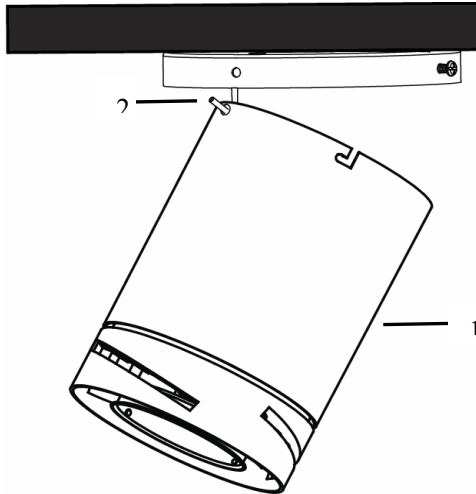

Abb. 3
- Heben Sie die komplette Ventilatorbaugruppe (1) an und halten Sie sie an die Halterung. Hängen Sie den kompletten Ventilator an den J-Haken (2) der Halterung. (Abb. 3).